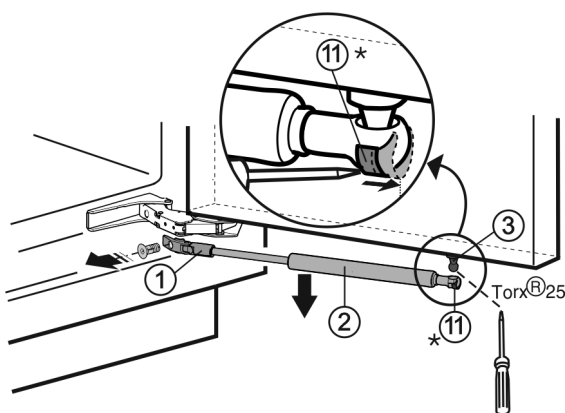

Fig. 7
► Pousser le ressort tendeur Fig. 7 (11) vers l'extérieur à l'aide du tournevis.*
- Démontez l'amortisseur Fig. 7 (2) de fermeture vers le bas.
- Dévisser le support Fig. 7 (1).
- Dévisser le pivot sphérique Fig. 7 (3) (Torx® 25).